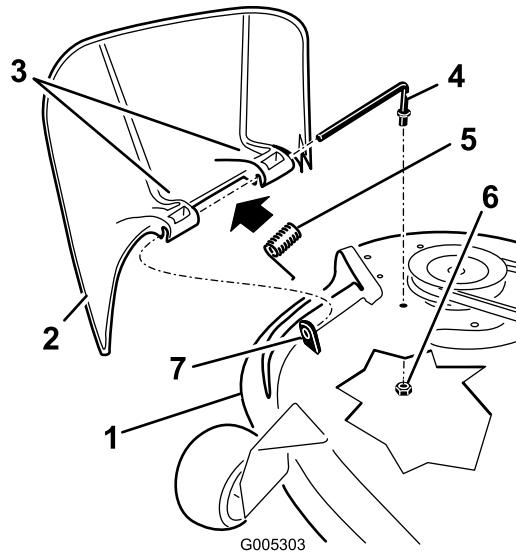

Figure 58
1. Repérez les éléments illustrés (Figure 58).
2. Retirez l'écrou (3/8") de la tige, sous le tablier de coupe (Figure 58).
3. Sortez la tige de la courte cheville de positionnement, du ressort et du déflecteur d'herbe (Figure 58). Enlevez le déflecteur s'il est endommagé ou usé.
4. Remettez en place le déflecteur d'herbe (Figure 58).
d'herbe. Insérez la tige dans le deuxième support du déflecteur d'herbe (Figure 58).
7. Insérez la tige à l'avant du déflecteur dans la courte cheville de positionnement sur le tablier. Fixez l'extrémité arrière de la tige dans le tablier de coupe à l'aide d'un écrou (3/8") (Figure 58).